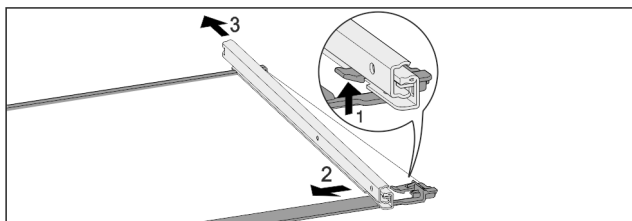

Fig. 40 Стъклена плоча с релси
- ▶ Натиснете нагоре предните фиксиращи палци. Fig. 40 (1)
- ▶ Плъзнете изтеглящата релса настрана Fig. 40 (2) и назад Fig. 40 (3).